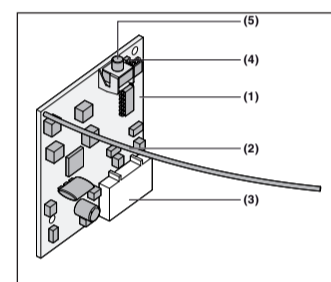

Fig. 1
2.1 Empfänger BHE120 (Fig. 1)
2.1 Receiver BHE120 (Fig. 1)
2.1 Récepteur BHE120 (fig. 1)